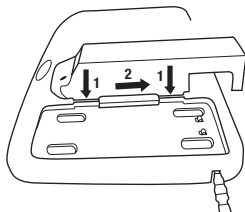

Fig. 1b
- Bandeja de carga de batería de 4 estaciones TR-944N de 3M™: Inserte el Soporte de Carga de Batería TR-340 de 3M™ en uno de los puertos de carga en el TR-944N y deslícelo hacia atrás hasta bloquearlo en su lugar (Fig. 1b). (**NOTA:** El cable de alimentación TR-941N no se usa con la TR-340, cuando se usa el cargador de 4 estaciones). Inserte el cable de alimentación de CC suministrado con el kit en la base de 4 estaciones. Enchufe el cable de alimentación a una fuente de alimentación de CA (100-240 V), como un tomacorriente. Usted puede cargar cualquier combinación de hasta cuatro paquetes de batería 3M™ al mismo tiempo.